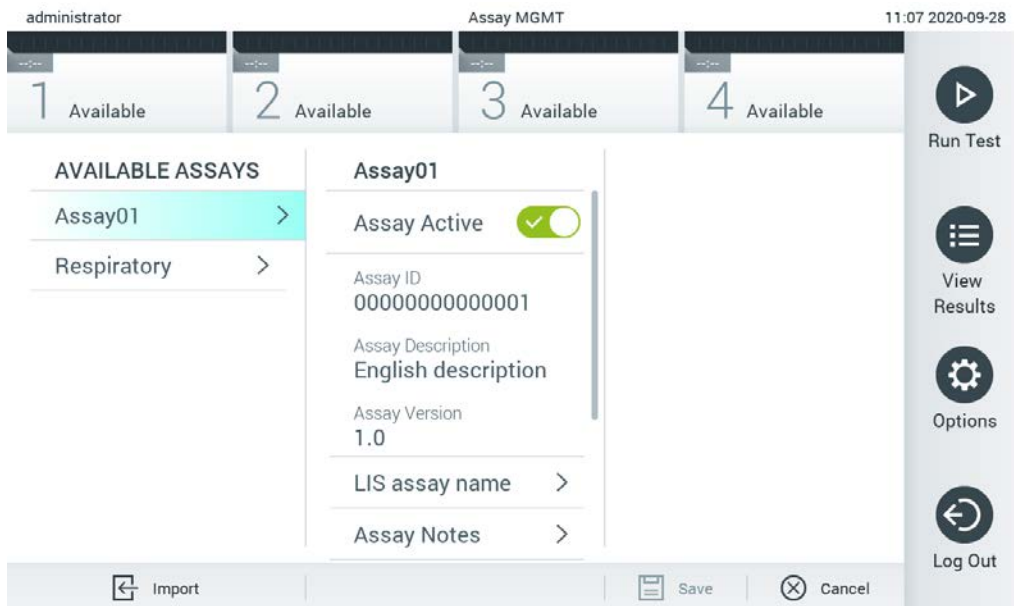

Figura 67. Ativação do ensaio.
- Nota:** Se as amostras de controlo externo (EC) estiverem ligadas a um ensaio que seja substituído por uma nova versão, a amostra de EC é repostada e precisa de ser reconfigurada. Para obter mais informações, consulte a Secção 6.6.
- O ensaio torna-se ativo selecionando Assay Active (Ensaio ativo) (Figura 67).